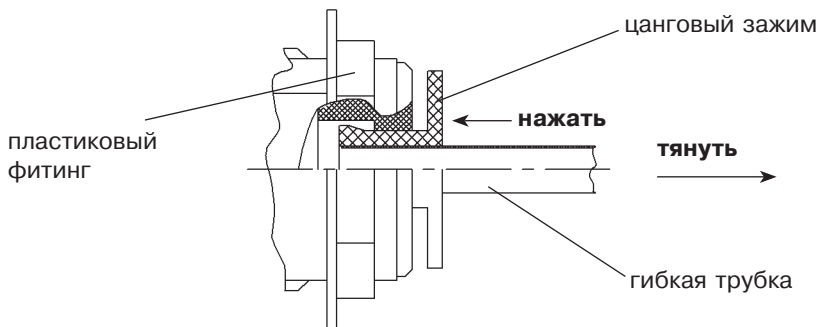

Рисунок 3. Разборка цангового зажима
— нажать на торец цангового зажима, фиксирующий гибкую трубку (6), прижав цанговый зажим до упора, к пластиковому фитингу (рис. 3);
— аккуратно, не допуская рывков, вытянуть в противоположную от корпуса сторону (в осевом направлении, показано стрелкой, см. рис. 3), гибкую трубку внешней пневматической системы;